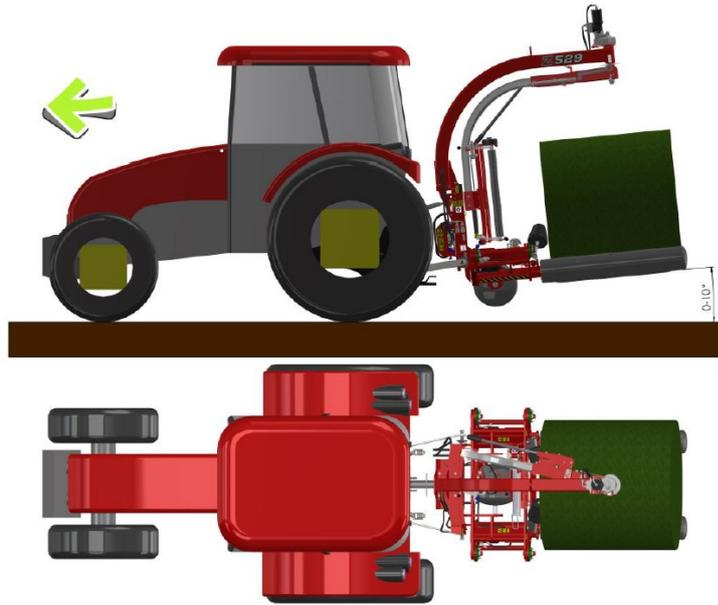

Abbildung 16. Position beim Verladen eines Ballens
3. Drücken Sie die Taste  und halten Sie sie gedrückt, um die unteren Arme zu öffnen. Fahren Sie an den Ballen mit dem Ballenwickler, der zum Beladen vorbereitet ist (**Abb. 16**). Drücken Sie die Taste,  um die Verladung des Ballens aufzunehmen. Wenn die Beladung abgeschlossen wird, fängt die grüne Leuchte über der **START/STOP**-Taste an zu blinke, was die Bereitschaft für den Wickelvorgang bedeutet. Wenn die Arme während der automatischen Beladung nicht vollständig geschlossen werden, sind sie manuelle mit der Taste  zu schließen.